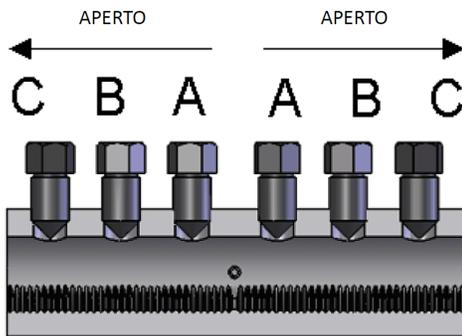

Figura 1b - S1 Seção transversal da montagem
**Passo 1 (S1):** Leia todas as instruções e procedimentos antes de iniciar a emendas das barras. Garanta que a luva LENTON LOCK seja do tamanho apropriado para as barras a serem unidas e estejam de acordo com o projeto. O produto deve ser recebido com os parafusos de acordo com o mostrado na Figura 1b. Todos os parafusos devem possuir pontas pontiagudas para as luvas série S1.